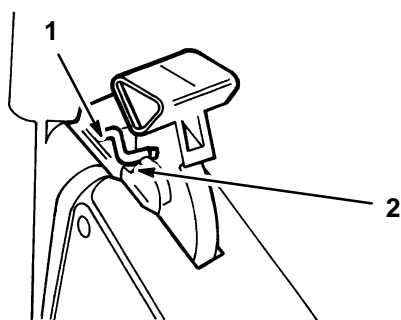

Figure 7
5. Ramener la poignée du volet vers l'arrière pour accrocher la tige de verrouillage de la poignée sur les crans du sac (Fig. 7).